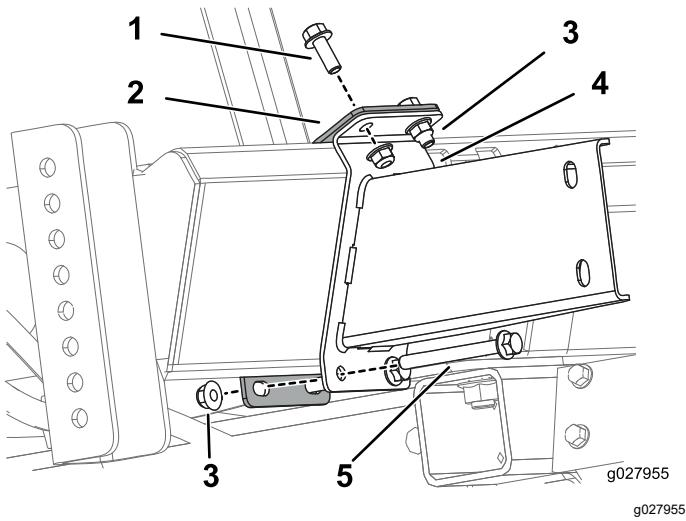

図 11
3. **図 11** のように、下側ブラケットと下側サポートブラケットを取り付けるボルト 3/8-16" 2本、ボルト 3/8-16 x 3 1/2" 2本、フランジナット 3/8-16" 4個を使用する。